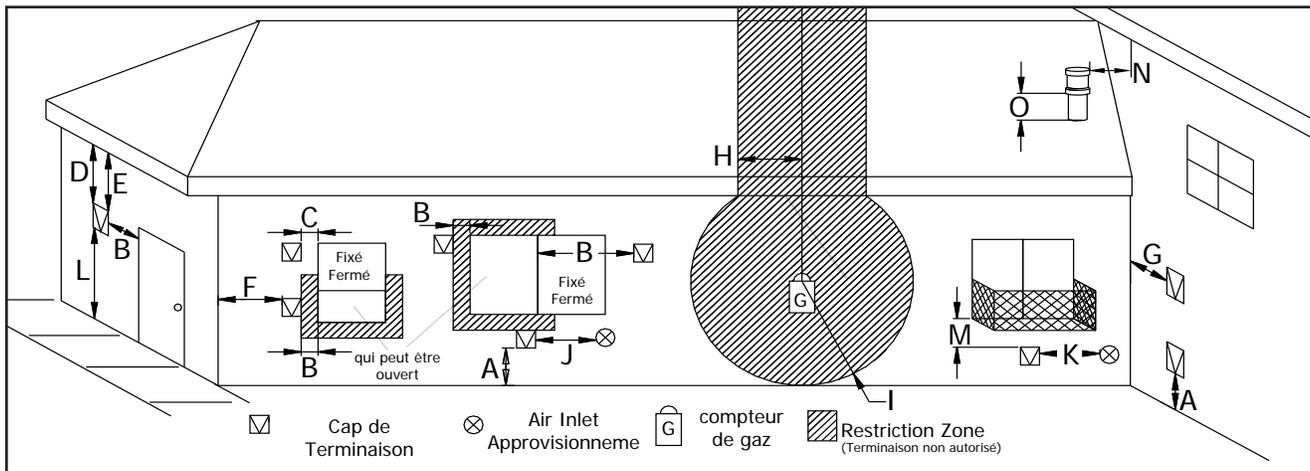
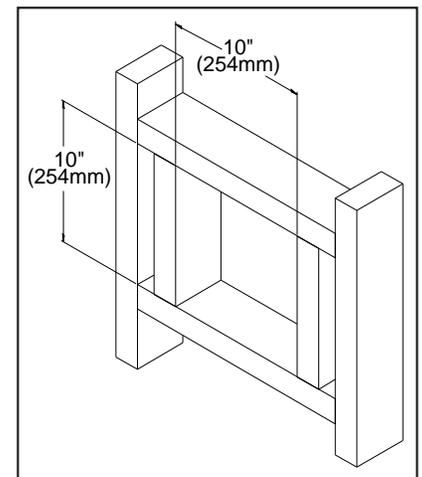

Figure 27: Vent restrictions de terminaison, se reporter au Tableau 3
Figure 31: Trou mur de cadrage pour l'installation horizontale
Tableau 3: évacuer les dégagements de sortie, reportez-vous à la Figure 27
3. Une fois le tuyau fixé au poêle au bon endroit, marquez le mur pour un trou carré de 10" (25,4 cm) x 10" (25,4 cm) (référez-vous à la Figure 31). Le centre du trou carré doit correspondre à la ligne médiane du tuyau horizontal. Découpez et encadrez le trou de 10 po (25,4 cm) x 10 po (25,4 cm) dans le mur extérieur où l'évent se terminera. Reportez-vous à la Figure 27 et au Tableau 3 pour les emplacements autorisés. Si le mur traversé est construit avec un matériau incombustible, c'est-à-dire de la maçonnerie ou du béton, un trou de 7" (17,8 cm) est acceptable.